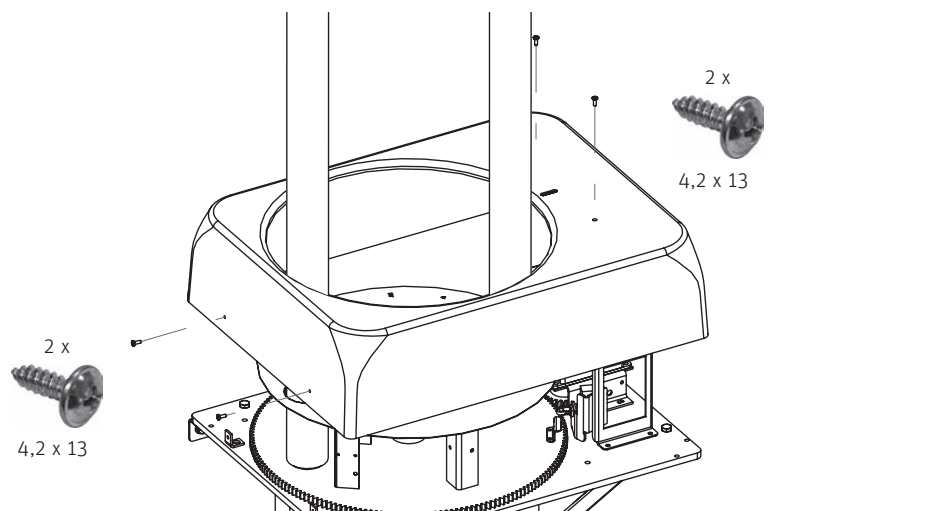

Fig. 33 Montaggio del cappuccio di copertura
- Fissare la copertura con 4 viti autofilettanti 4.2 x 13 – Fig. 33.